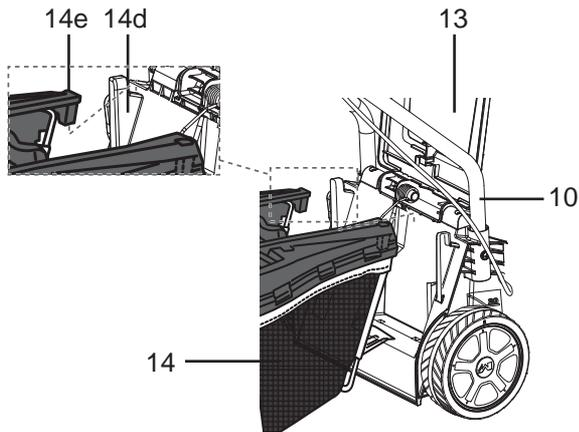

Fig.7
- > Alignez les supports [14e] avec les crochets [14d] pour accrocher le bac de ramassage [14] sur la tondeuse (Fig.7).